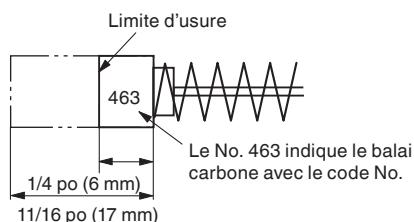
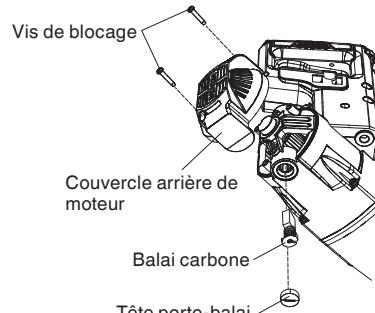

Fig. 45
Fig. 46
2. Inspecter les balais carbone (Fig. 45 et Fig. 46)
En conséquence, inspecter périodiquement les balais en carbone et les remplacer lorsqu'ils ont atteint la limite d'usure comme indiqué à la Fig. 45.
REMARQUE: Lors du remplacement des balais carbone, utiliser uniquement des balais carbone Hitachi avec le No. de code « 463 » (voir Fig. 45). Si vous utilisez d'autres balais carbone, le frein électrique ne fonctionnera pas.